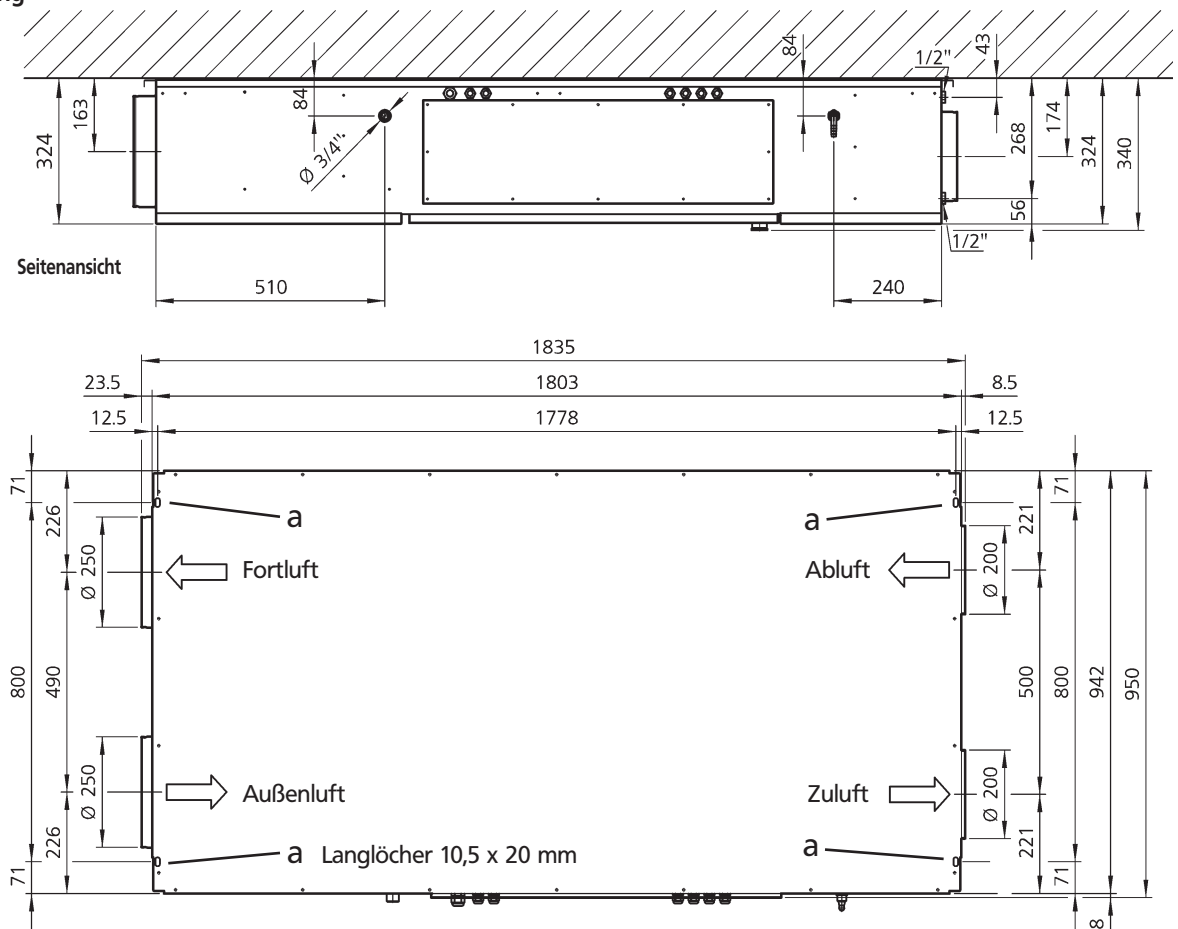

Abb. 7: Position Befestigungspunkte (Ansicht von oben)
Zur Montage des Geräts gehen Sie wie folgt vor (s. Abb. 7):
- Bauseits ist eine geeignete Verbindung zwischen Gerät und massiver Decke erforderlich. Die korrekte Position für die Befestigungspunkte entnehmen Sie Abb. 7, s. Punkte (a).